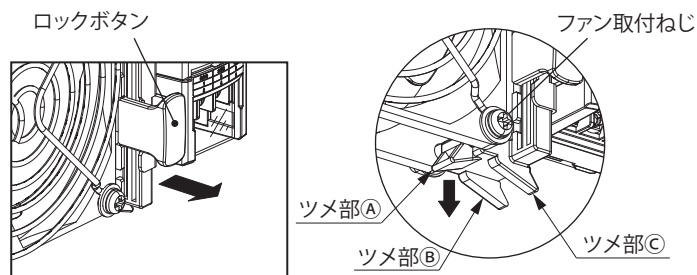

図5
1. ロックボタンをカチッと音がするまで引っ張り、スライドのロックを解除してください。(図5)